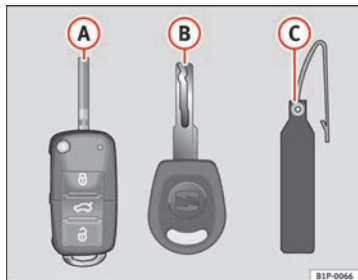

Fig. 44 Jeu de clés
- une clé à radiocommande ⇒ fig. 44 **(A)**